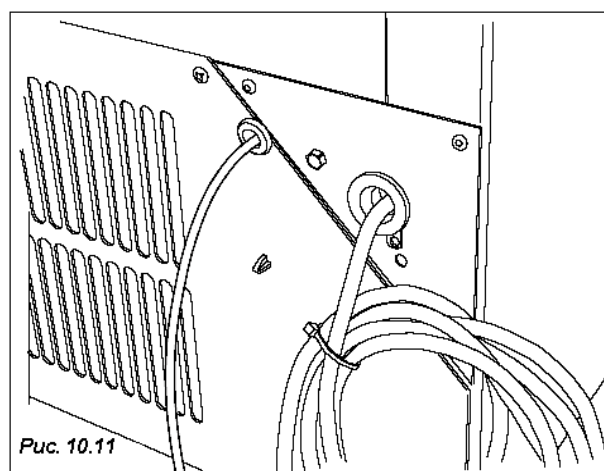

Рис. 10.11
- Вставьте разъем соединительного кабеля торгового автомата BVM662 (Рис. 10.11) в гнездо на плате торгового автомата мод. Polaris (Рис. 10.12).